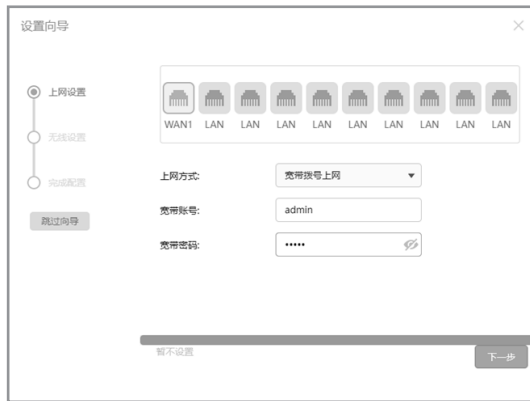

图4-3 上网方式--PPPoE
1) 如果上网方式为PPPoE，即宽带拨号上网，则需要填写网络服务商提供的上网账号和密码，如图4-3所示。